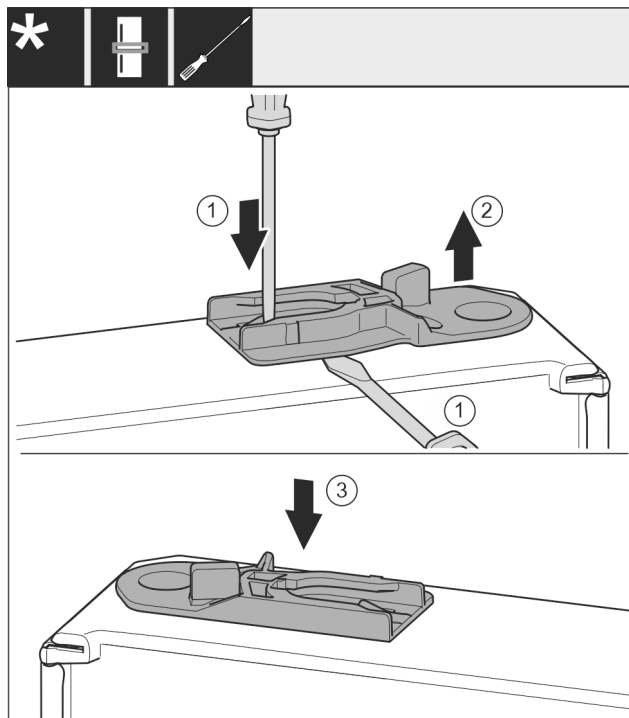

Fig. 38
- ▶ Scoateți bucșa de ghidare: Apăsați eclisa cu șurubelnița plată și deplasați concomitent cu șurubelnița plată sub bucșa de ghidare. Fig. 38 (1, 2)
- ▶ Împingeți bucșa de ghidaj atașată în pachetul de livrare pe altă parte a carcusei. Fig. 38 (3)